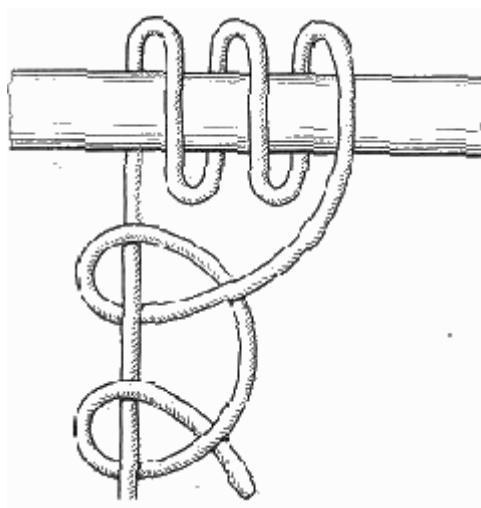

Рис. 13. Простой штык с двумя шлагами
**Простой штык с двумя шлагами** (рис. 13). Фактически это тоже разновидность простого штыка. Отличие от предыдущего узла — дополнительный, третий шлаг. Он увеличивает прочность узла, если трос испытывает постоянное трение о кнехт или битенг. Крепление троса к гаку с применением этого узла — весьма надежный способ.